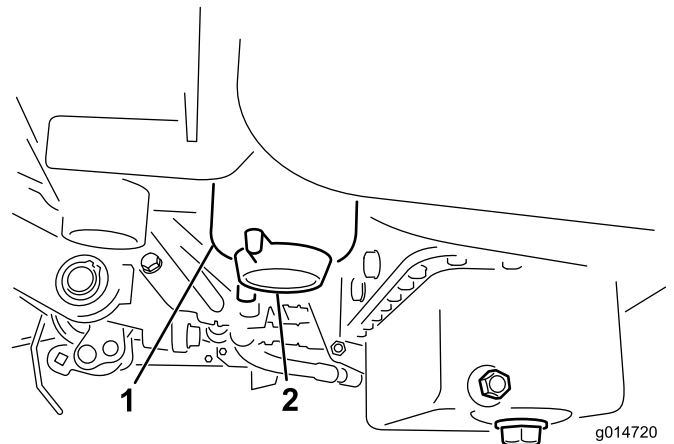

Figure 33
3. Dévissez le bouchon de vidange situé sur le filtre à carburant d’environ un tour et vidangez l’eau qu’il contient (Figure 33). Revissez le bouchon quand la vidange est terminée.